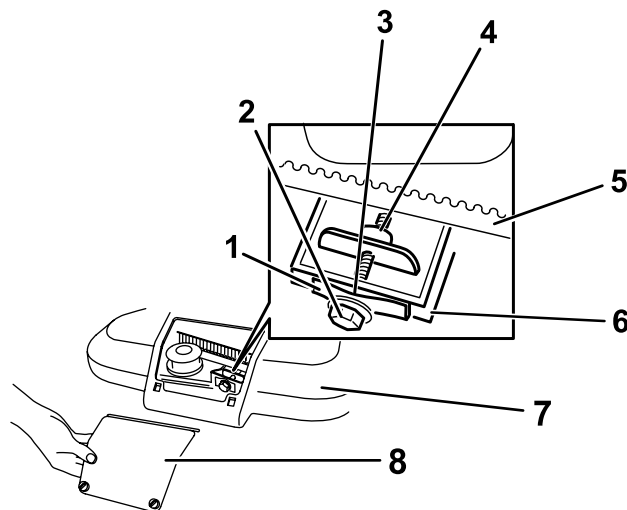

Figure 28
1. Desserrez les 2 vis sur le panneau d'accès au couvercle de courroie et déposez le panneau (Figure 28).
**Remarque:** Si un espace est visible entre la jauge et le ressort, serrez le boulon et l'écrou de réglage jusqu'à ce que la jauge d'épaisseur puisse à peine passer dans l'espace (Figure 28).